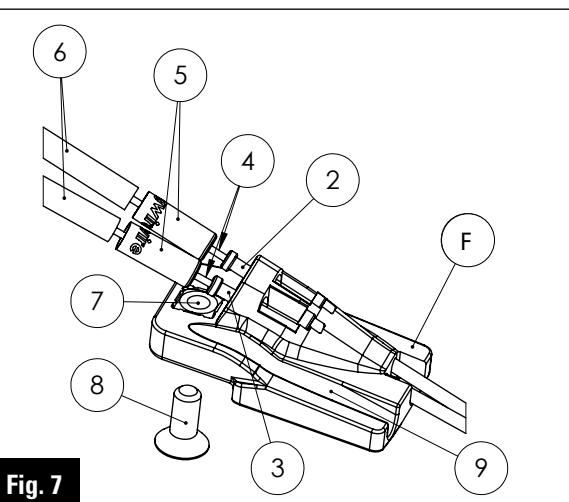

Fig. 7
1 / Coloque en el tope los revestimientos ② y ③ en sus canales (Fig.7).
2 / Coloque las vainas con sus conteras (Fig.7).